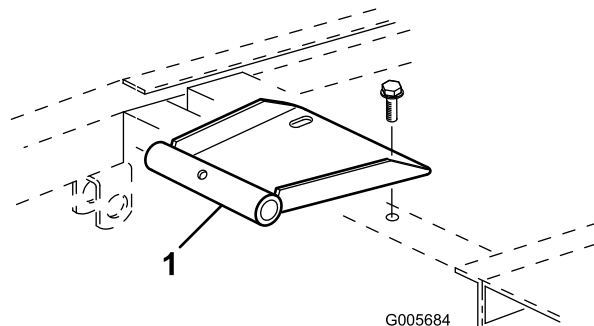

Figura 8
- 2. Monte o suporte articulado do banco na estrutura com 2 parafusos de flange fornecidos com o kit (Figura 8).
- Monte o suporte articulado do banco na estrutura com 2 parafusos de flange fornecidos com o kit (Figura 8).